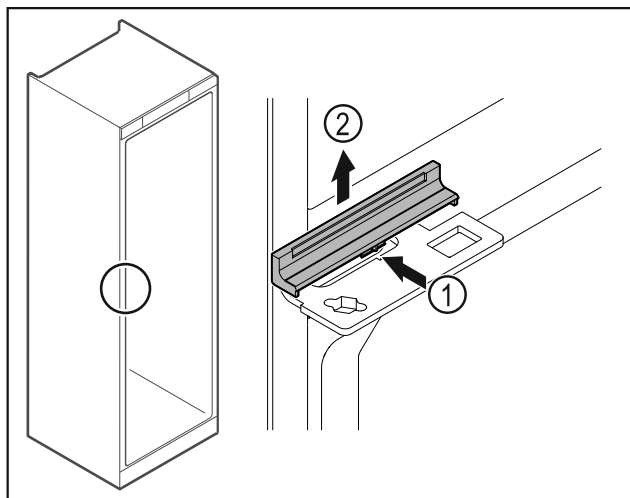

Fig. 47
- Kryt Fig. 47 (1) uprostřed mírně stiskněte a vyjměte směrem nahoru Fig. 47 (2).